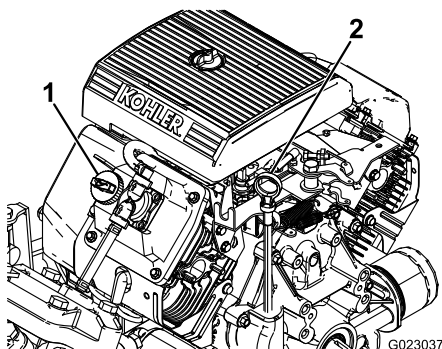

Figura 37
2. Retire a vareta e limpe-a com um pano limpo (Figura 37). Volte a colocar a vareta no tubo e verifique se está completamente introduzida. Retire a vareta e verifique o nível de óleo.
3. Se o nível de óleo estiver baixo, retire a tampa de enchimento da cobertura das válvulas (Figura 37) e adicione lentamente óleo suficiente na abertura até que o nível suba até à marca CHEIO da vareta. Adicione o óleo lentamente e verifique o nível com alguma frequência durante o procedimento. Não encha demasiado.
8. Coloque lentamente cerca de 80% da quantidade de óleo especificada no bocal de enchimento do óleo (Figura 37).